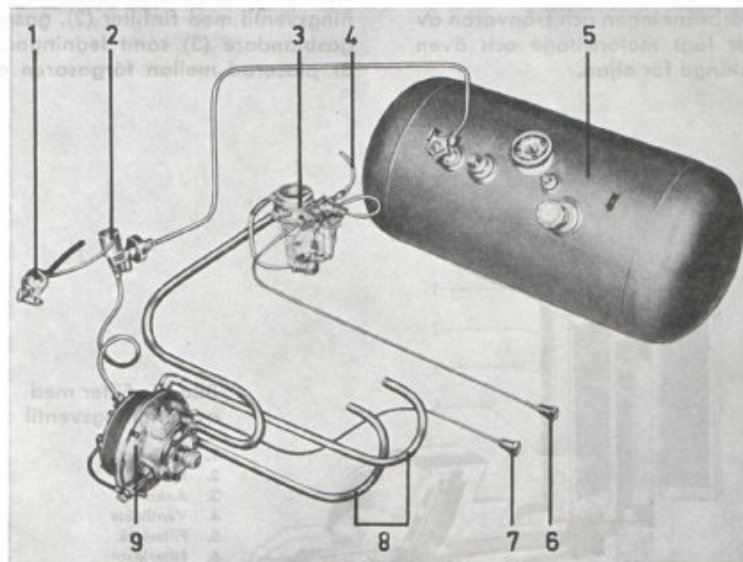

Bild 1. Komponenter för KP-gas.
För att möjliggöra drift av motorer med KP-gas fordras en speciell utrustning. Denna består i stort av tank med armatur (5, bild 1), avstängningsventil med finfilter (2), gasregulator (9) och gasblandare (3) samt ledningar. Gasblandaren är placerad mellan förgasaren och luftrenaren.